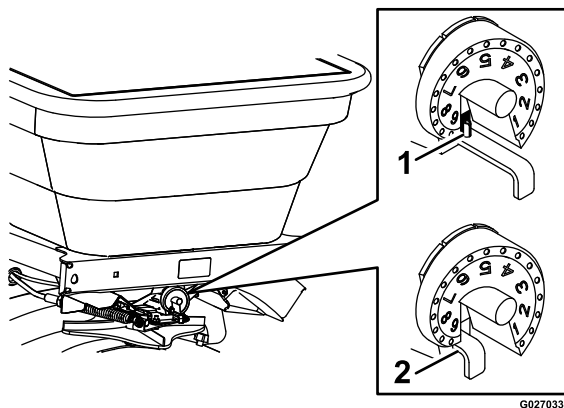

Figure 49
- A. Tirez la tige de dosage vers l'extérieur (Figure 49).
- B. Tournez la came de dosage jusqu'à ce que la fente s'aligne sur la tige (Figure 49).
- C. Poussez la tige vers l'intérieur (Figure 49).